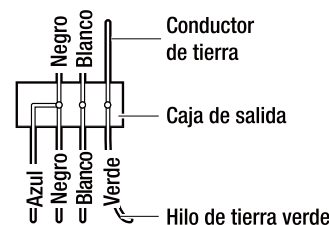

Figura 11
- Conecte el cable de alimentación del ventilador (negro) y el cable de alimentación de la lámpara (azul) al cable negro de la vivienda como se muestra en la Figura 11. No conecte el cable azul si el juego de la lámpara no es usado.
- Después de conectar los cables, asegure las tuercas para cables (BB) con cinta aislante y sepárelas de modo que los cables verde y blanco estén en un lado de la caja de salida y los cables negro y azul en el otro lado. (o sea, el conector con conexión a tierra en un lado y los cables vivos en el otro lado).
- Gire las tuercas para cables (BB) hacia arriba y empuje el cableado hacia la caja de salida.